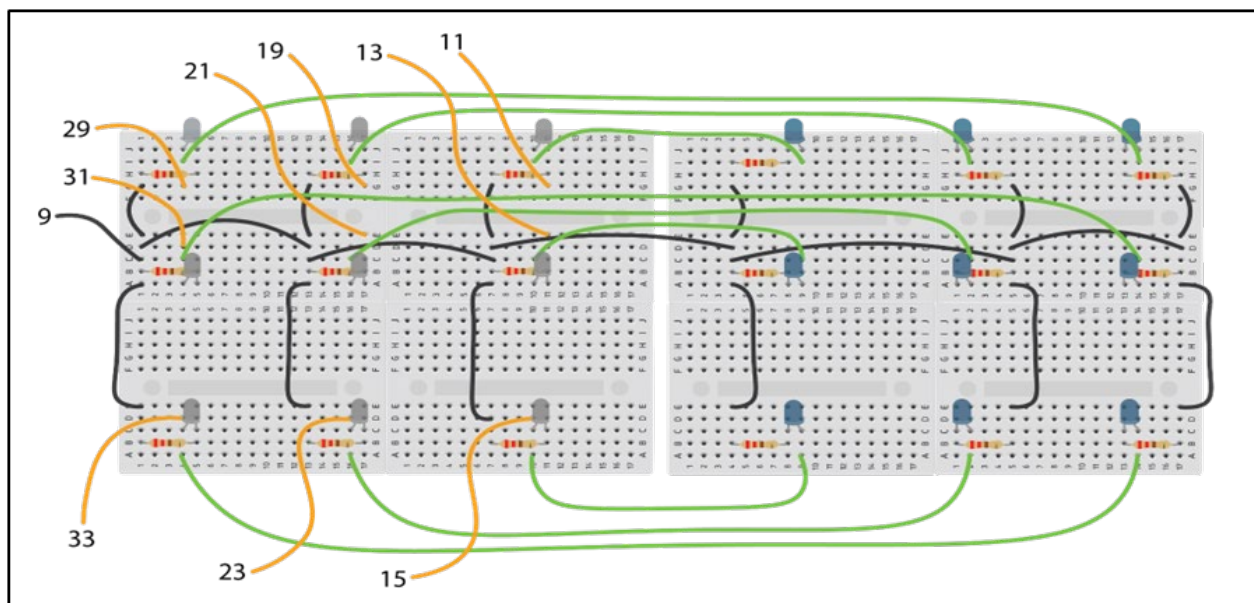

图 22: 将白光和红外 LED 灯珠阵列连接到 GPIO
- c. 将 9 组 白光 + 红外 LED 灯珠 配对连接到 GPIO（如图 22 所示，通过 9 条橙色导线（+）和 9 条黑色导线（-，接地 GND；即黑色连接线）进行连接）。对于橙色导线（图中为便于显示而标为橙色，实际使用的是 红色电线）：将电线剪成合适长度（约 5 厘米），然后将其与一条母对母（F-F）杜邦线串联（daisy chain），再将杜邦线的另一端连接到 GPIO 板上的对应引脚（连接逻辑参见图 22）。之所以在此使用电线而不是杜邦线，是因为 LED 灯珠阵列与上下两块 3D 打印组件之间的空间十分有限，杜邦线的厚度会导致其难以安装。